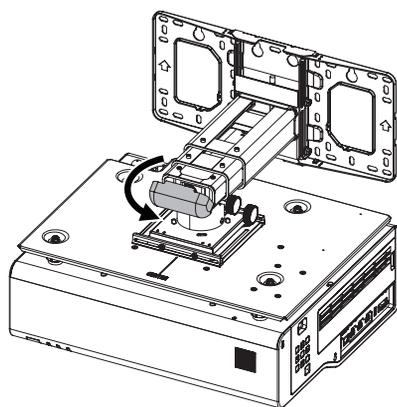

図 1
1) 壁掛取付金具本体からアームカバーを取り外す (図 1)